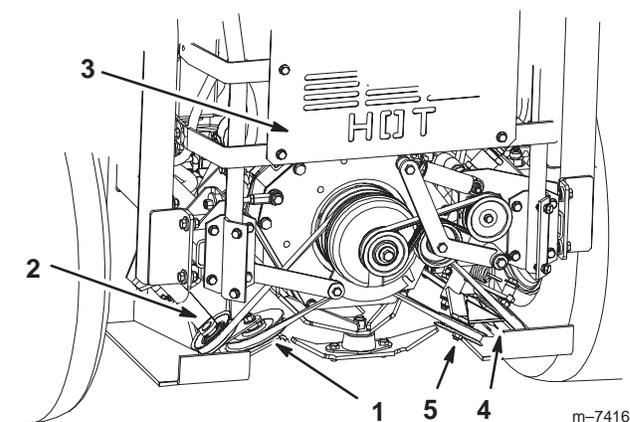

Figure 76
4. Si le ressort n'est pas aux bonnes dimensions, desserrez l'écrou de fixation de la poulie de tension réglable pour pouvoir la déplacer dans la fente (Fig. 76).
5. Relâchez la pression sur la poulie de tension rappelée par ressort (Fig. 76).
6. Abaissez la poulie réglable dans la fente puis serrez l'écrou (Fig. 76).